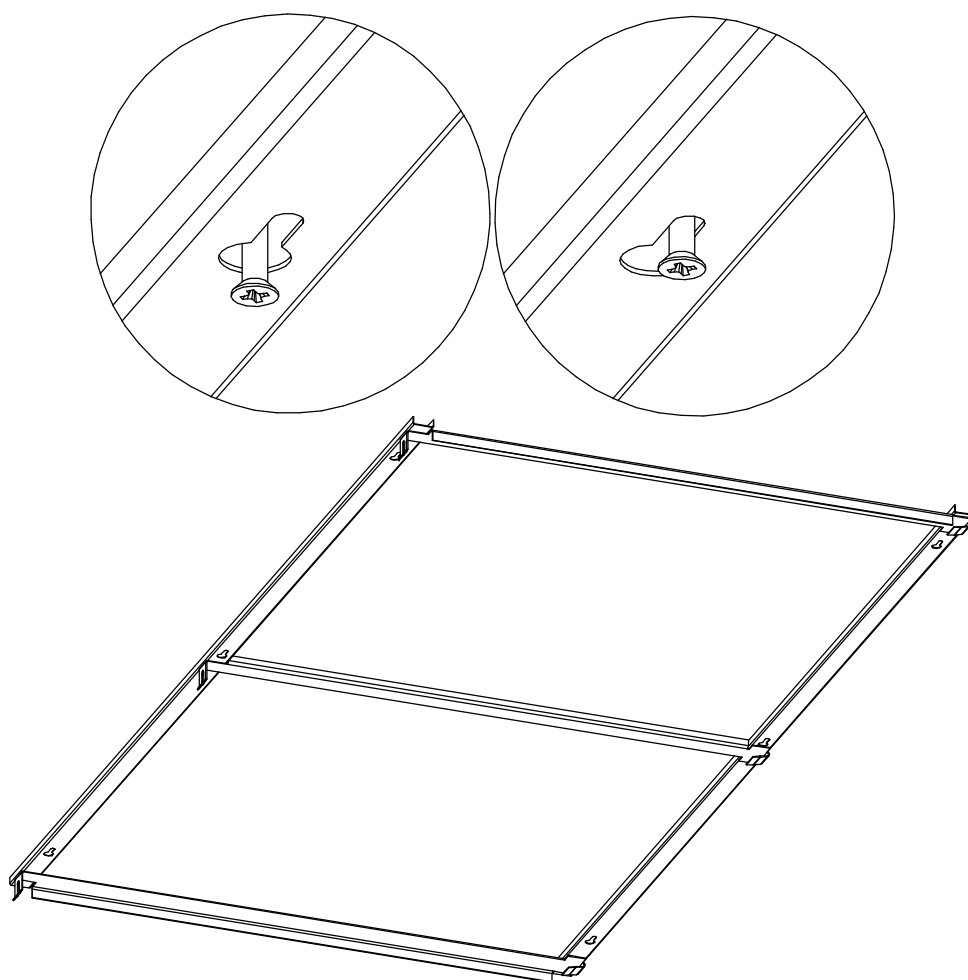

Рисунок 4 - Установка монтажной планки
5.5. Крепление к опорной поверхности происходит через пазы на монтажной рамке при помощи дюбелей (рисунок 4). Крепежные элементы в комплект поставки не входят.